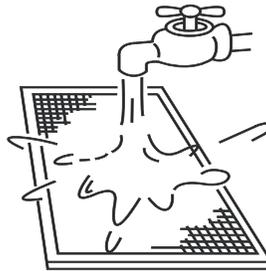

Figura 60
- b. O lado da entrada de ar deve ficar voltado para baixo quando se utiliza água limpa. (Consulte a figura 60)